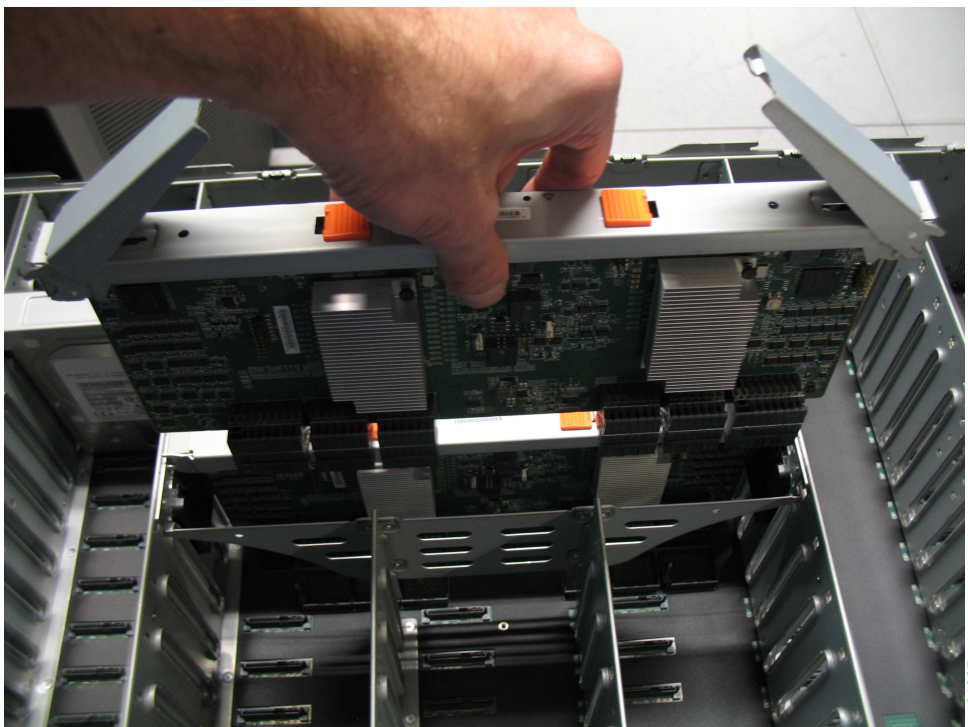

図 97. 2 次拡張機構モジュールの取り外し
- 115 ページの図 97 に示すように、2 次拡張機構モジュールを注意深く持ち上げてエンクロージャから取り出します。